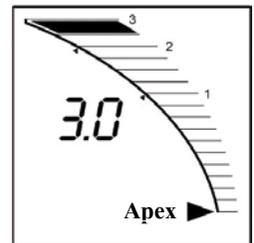

Figura 14
- A partire dai tre millimetri di spessor ed avvicinandosi alla cavità pulpare, il display mostrerà lo spessore della dentina con un valore digitale (numerico) e grafico (figura 14).